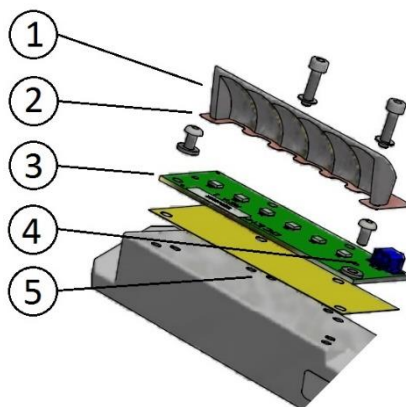

Figure 24 – Remplacement du module LED
- débrancher le câble d'alimentation du module LED (Figure 24 - n° 4) ;
- déposer le module LED (Figure 24 - n° 3) et le réflecteur correspondant (Figure 24 - n° 1) de l'équerre presse-prisme en desserrant les deux vis TCHC M3x12 ;
- s'assurer que l'interface thermique (Figure 24 - n° 5) est bien positionnée sous le module LED ;
- s'assurer que la feuille isolante en Kapton (Figure 24 - n° 2) est bien positionnée sur le module LED ;
- relier le câble d'alimentation au module LED (Figure 24 - n° 4).